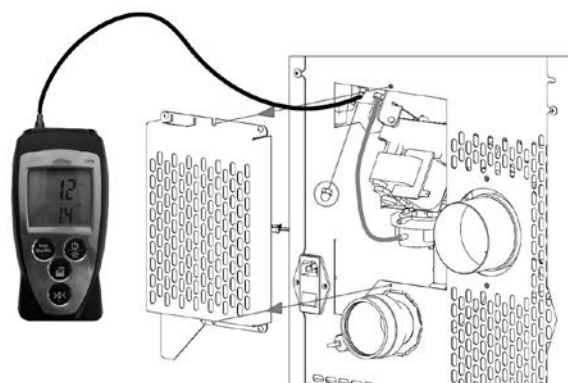

Fig. 36 - Podłączenie presostatu cyfrowego
- Podłączyć za pomocą rurki presostat cyfrowy, celem rozpoznania zmniejszenia ciśnienia (patrz **Fig. 36**).